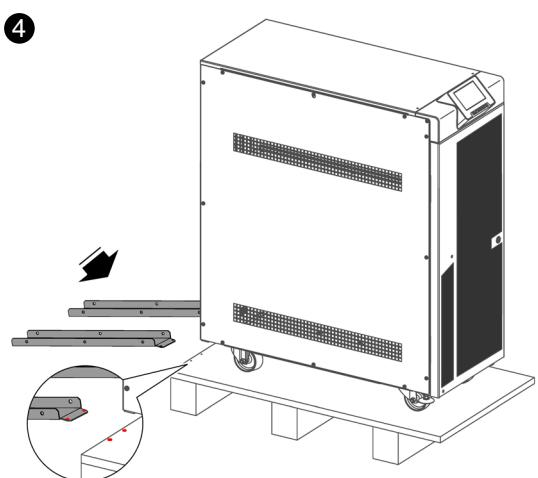

Fig. 25. Montage des guides sur la palette.
- 4 Assemblez les guides sur la palette comme indiqué sur la Fig. 25.